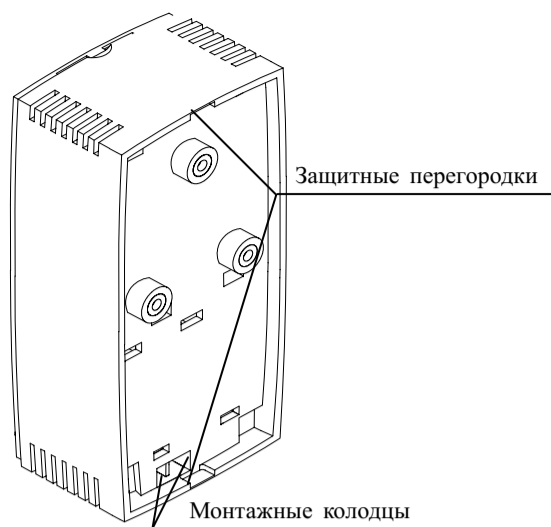

Рисунок 2
6.3 Установку источника производить в следующей последовательности (см. рисунок 2):